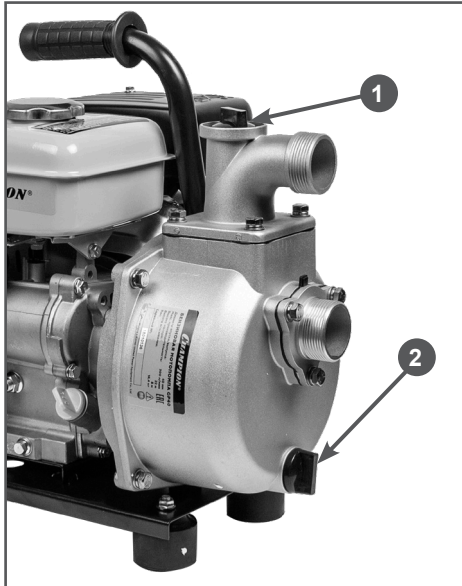

Рис. 12 Расположение пробок отверстия для залива и слива воды
1. Открутите пробку 1 отверстия для залива воды в корпус насоса (Рис. 12).